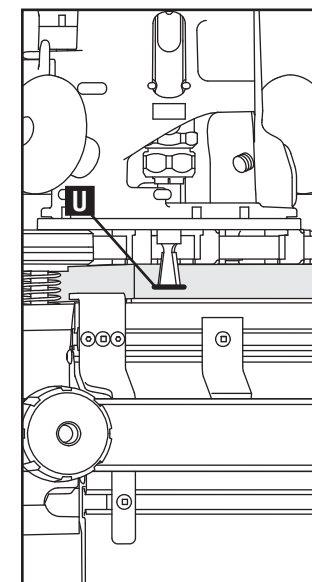

Fig. E8
- c. Coloque la rebajadora en la plantilla, baje la broca a esta marca y bloquee la broca en su lugar. (Fig. E8)